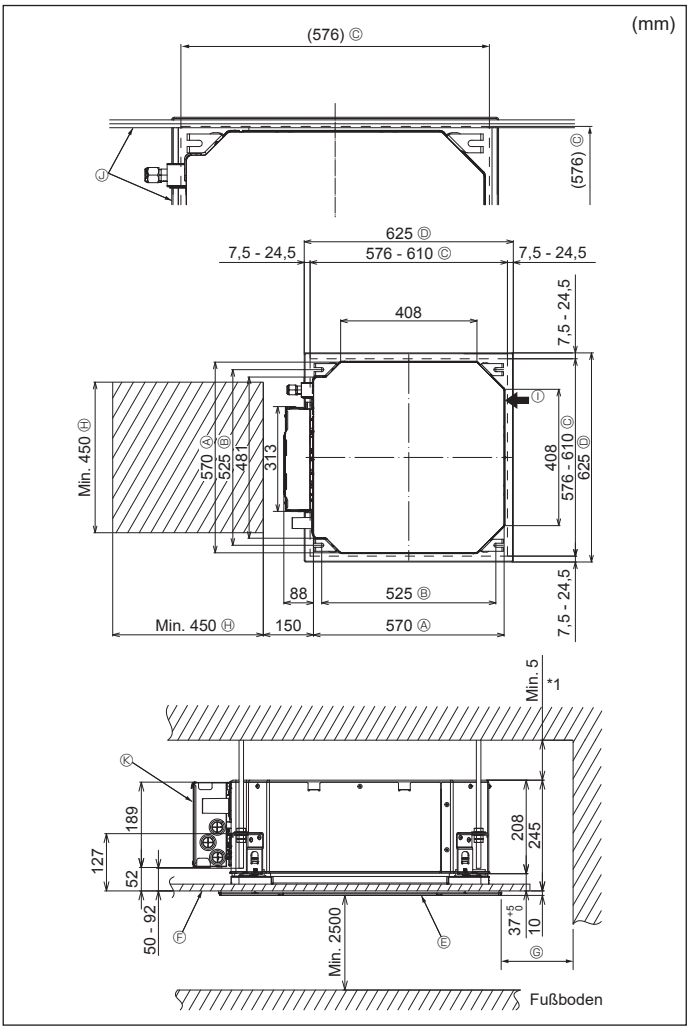

Fig. 4-2
②	Unterlegscheibe (mit Isolierung)	4
③	Unterlegscheibe (ohne Isolierung)	4
④	Rohrabdeckung (für Verbindung der Kältemittelrohrleitung)
⑤	kleiner Durchmesser (flüssig)	1
⑥	großer Durchmesser (gasförmig)	1
⑦	Kabelbinder (groß)	6
⑧	Kabelbinder (mittel)	2
⑨	Kabelbinder (klein)	2
⑩	Ablassmuffe	1
⑪	Isolierung	1
4.2. Lage der Öffnungen in der Decke und der Befestigungsschrauben für die Aufhängung (Fig. 4-2)